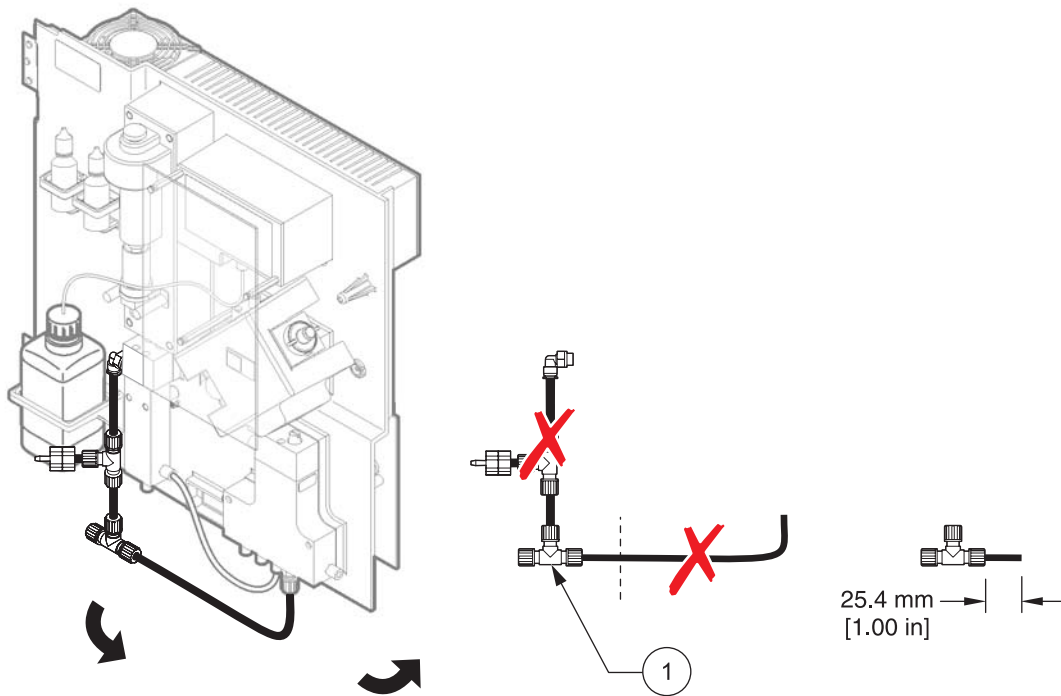

图 22 拆下 T 型连接装置
该 T 型连接装置用于连接排放管。要拆下 T 型连接装置，请参考图 22 和以下步骤：
- e. 将从分析器 1 上拆下的排放管切下 25 毫米。将这一 25 毫米长的管道连接到分析器 2 的 T 型连接装置上，将管道的另一端连接到从分析器 1 上拆下的 T 型连接装置上。想了解如何拆下 T 型连接装置，请参考位于第 63 页上的图 22。